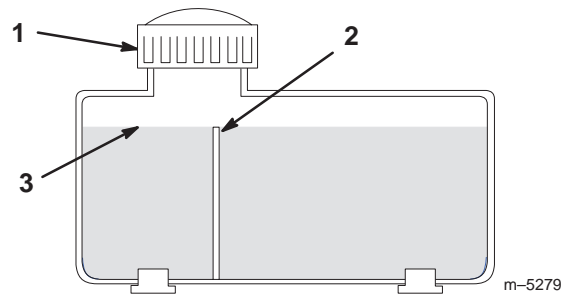

Figure 80
2. Nettoyez la surface autour du goulot de remplissage du réservoir hydraulique (Fig. 80).
3. Enlevez le bouchon du goulot de remplissage et vérifiez si le réservoir contient du liquide (Fig. 80).
- Remarque :** Quand il est chaud, le liquide doit atteindre le haut du déflecteur (Fig. 80).